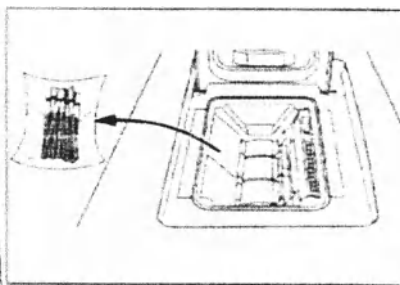

Рисунок 5-11
- 3) Удалите индикаторные тест-полоски из устройства их подачи (Рисунок 5-11).